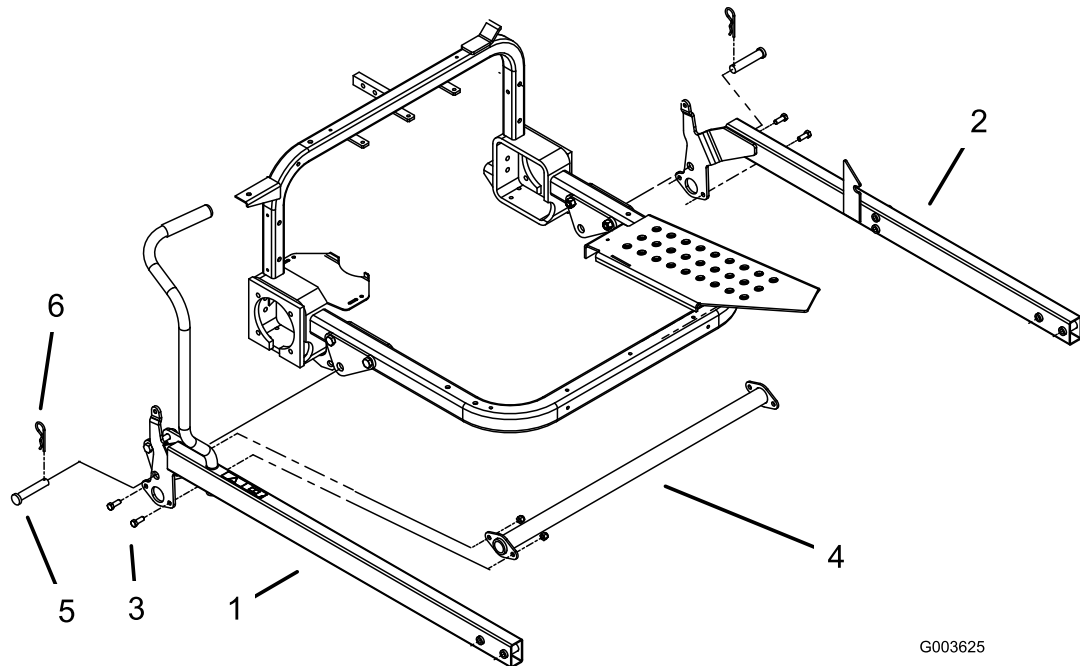

Bild 4
1. Positionieren Sie die Hubarme so, dass das Befestigungsloch an jeder Hubarmhalterung mit den Löchern in den Befestigungshalterungen ausgefluchtet ist (Bild 4).
2. Befestigen Sie den rechten Hubarm mit einem Lastösenbolzen und einem Splint an der Befestigungshalterung (Bild 4).
3. Befestigen Sie ein Ende des Zugrohrs lose mit zwei Schrauben (3/8" x 1") und Sicherungsmuttern (3/8") am rechten Hubarm (Bild 4).
4. Befestigen Sie den linken Hubarm mit einem Lastösenbolzen und einem Splint an der Befestigungshalterung (Bild 4).
5. Befestigen Sie das andere Ende des Zugrohrs lose mit zwei Schrauben (3/8" x 1") und Sicherungsmuttern (3/8") am linken Hubarm (Bild 4).
4. Ziehen Sie die Schlossschrauben und Sicherungsmuttern an, mit denen die Zugrohre an den Hubarmen befestigt sind (Bild 4).